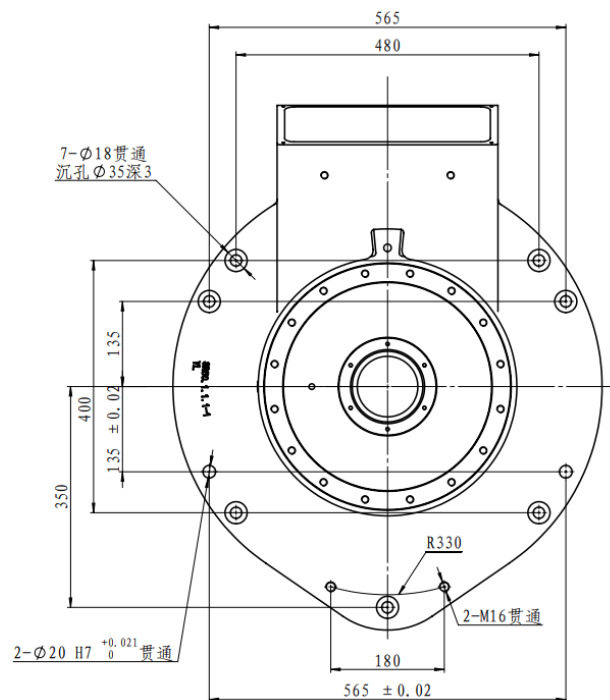

图 3-4 SR70/2180 机器人底座安装孔尺寸
1. SR70/2180 机器人底座安装孔尺寸如图 3-4 所示。